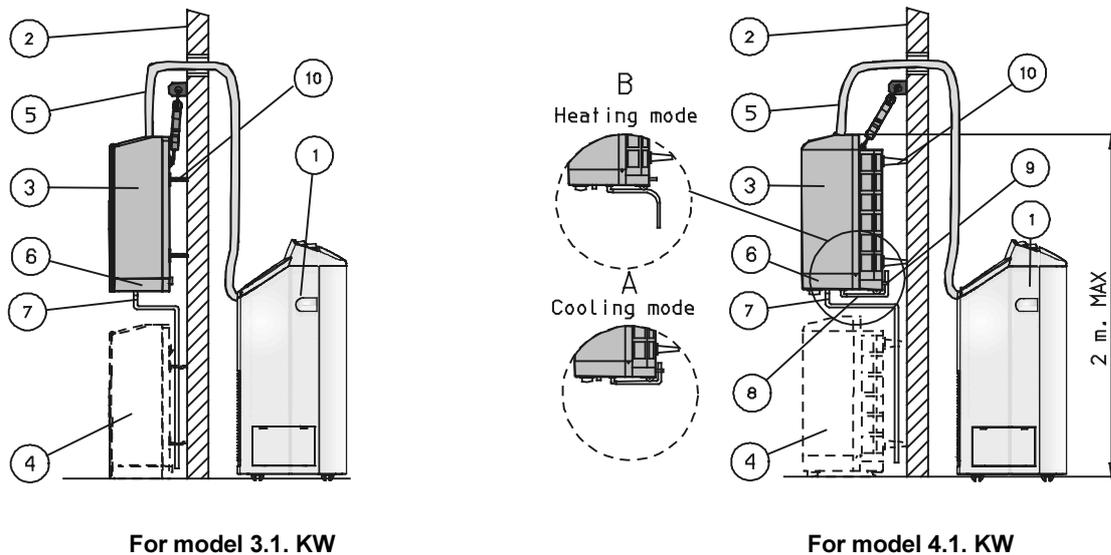
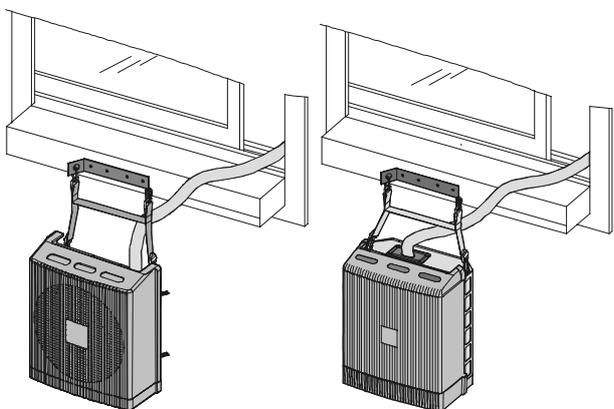
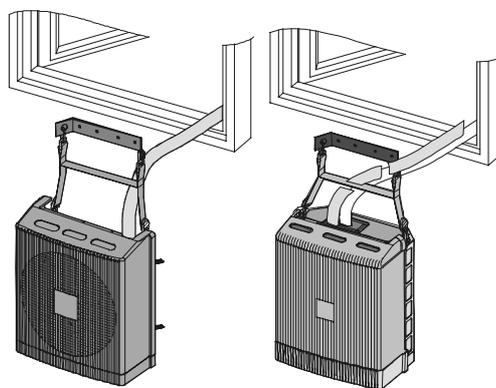
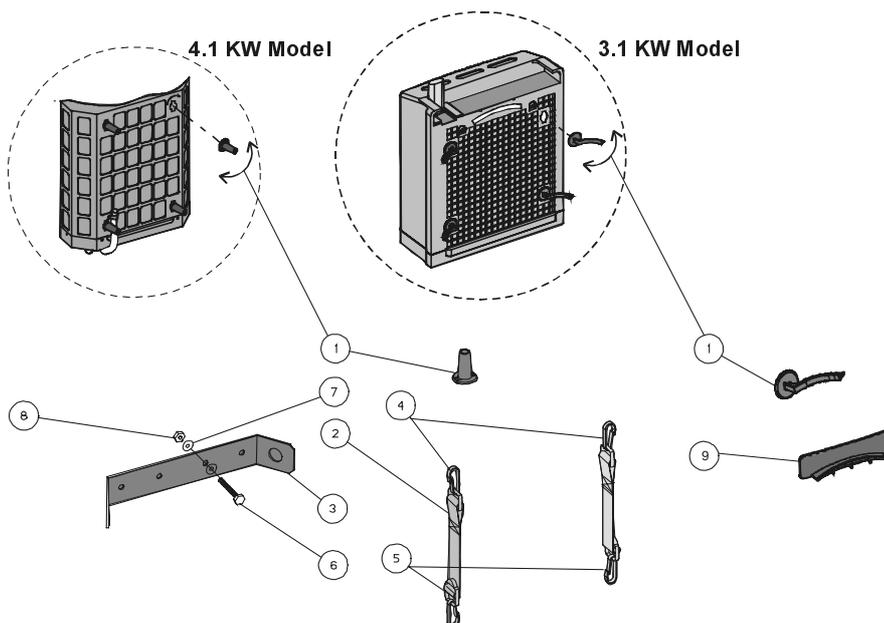

Figure 5
Figure 6. Montage de l'unité extérieure sur le rebord d'une fenêtre
Figure 7. Montage de l'unité extérieure sur un mur
Figure 8. Kit de montage de l'unité extérieure
L'unité extérieure peut être suspendue à la fenêtre ou au mur, ou bien placée à même le sol à proximité d'une porte. S'assurer qu'elle soit stable et correctement fixée à son support (voir Fig. 5).
INSTALLATION DE L'UNITÉ EXTERIEURE (Voir fig. 6, 7, 8)
Un kit standard (voir Fig. 8), fourni avec le climatiseur permet de monter l'unité extérieure soit sur le rebord d'une fenêtre (Fig. 6) soit sur le mur (Fig. 7); réfères s.v.p. à la Figure 7 pour les directives de montage suivantes.
1. Viser les 4 goujons (1) sur le dos de l'unité pour assurer libre circulation de l'air.
2. Pour le montage sur le rebord de la fenêtre se reporter à la Fig. 5. Placer la console de support (3) sur le rebord de la fenêtre, percer quatre trous et monter la console solidement a l'aide des quatre vis.
4. Passe l'unité extérieure par la fenêtre et attaché les deux crochets supérieurs (4) sur les cotés de la console de support (3).
6. Pour le montage sur le mur se reporter à la Fig. 7. Placer la console de support (3) contre le mur, percer quatre trous et monter la console solidement a l'aide des quatre vis. Vérifiez que la console soit en position horizontale.